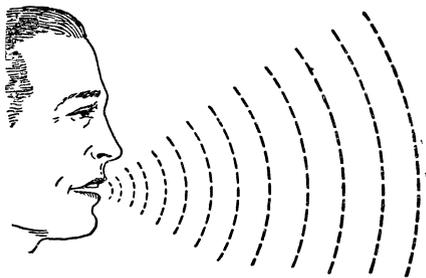

Рис. VI.1. При разговоре в воздухе возникают колебания. Их называют звуковыми.
**Звуковые волны.** При разговоре или, например, при колебаниях струны в воздухе распространяются звуковые волны (рис. VI.1). Эти колебания действуют на ухо человека, и мы слышим звук. Каждый звук имеет определенное число колебаний в секунду. Число колебаний в секунду называется частотой и измеряется в герцах (*гц*).